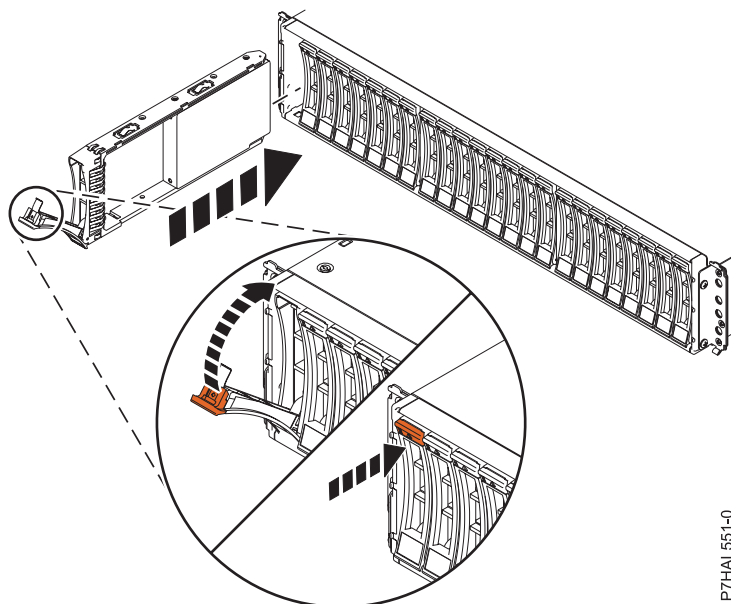

Figura 14. Instal·lació de la unitat de disc a Allotjament de la unitat de disc 5887
1. Amb la nansa en posició desbloquejada, consulteu Figura 14 a la pàgina 25, aguanteu la part inferior de la unitat mentre l'alineu amb les guies de la unitat d'expansió.